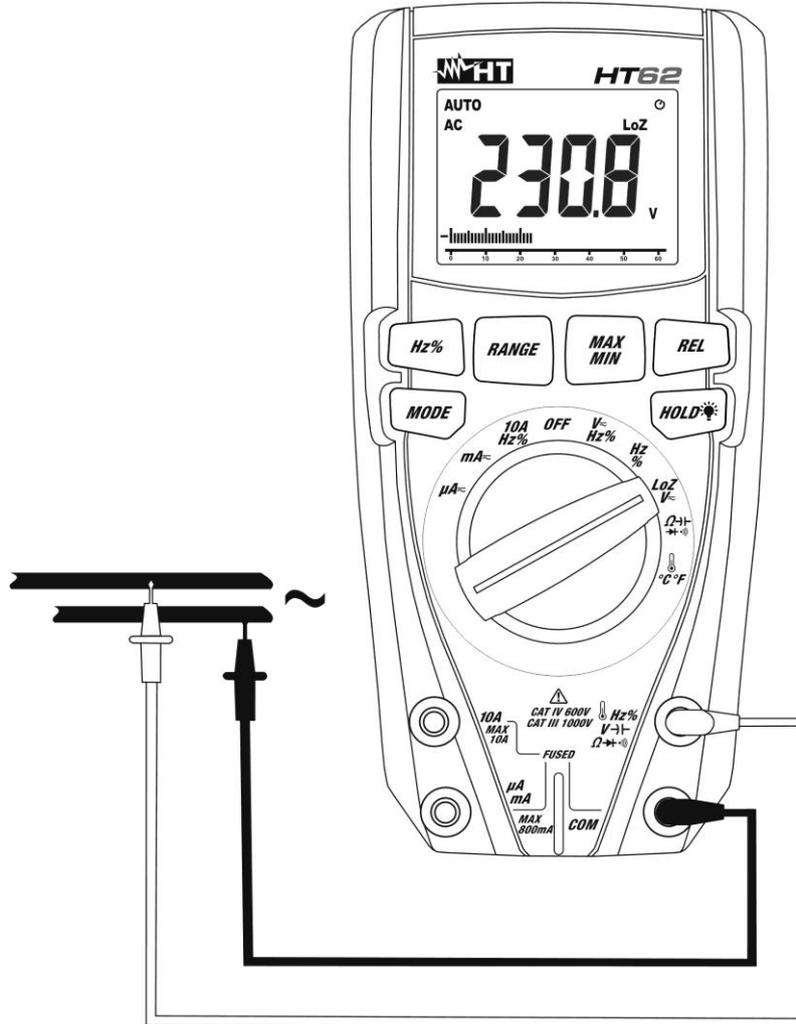

Abb. 4: Verwendung des Gerätes für Spannungsmessung mit niedriger Impedanz (LoZ)
4. Verbinden Sie die rote Messleitung und die schwarze Messleitung mit den gewünschten Messpunkten des zu messenden Kreises (siehe Abb. 4) oder mit dem jeweils positiven und negativen Potenzial des zu messenden Kreises (siehe Abb. 2). Der Spannungswert erscheint auf dem Display.